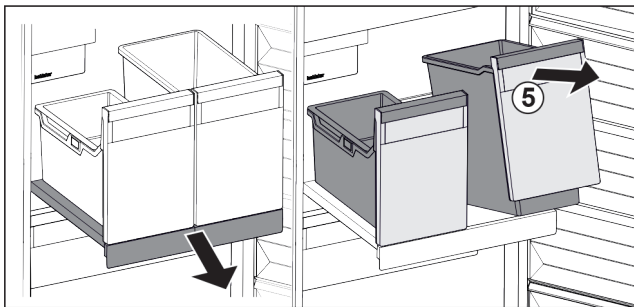

Fig. 89
- ▶ Nosta säiliötä Fig. 89 (5) edestä.